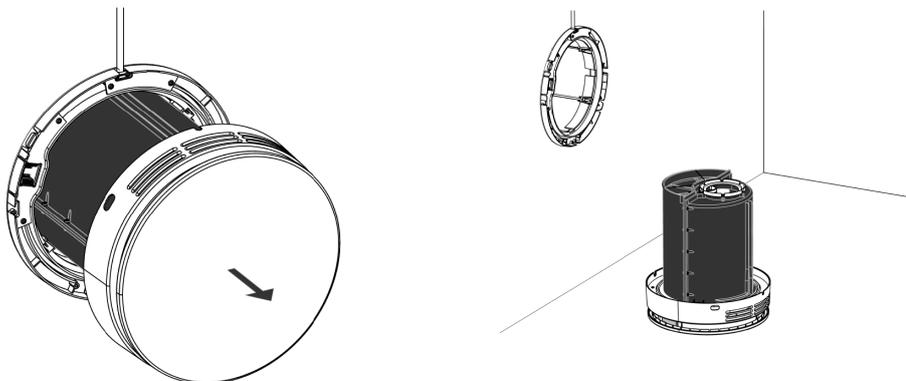

Abbildung 31 - Lüftungsgerät herausnehmen und auf die innere Abdeckung stellen
- Das Lüftungsgerät vorsichtig aus der Wand ziehen und auf der inneren Abdeckung auf den Boden oder einen Tisch stellen, siehe nachstehende Abbildung 31 unten.